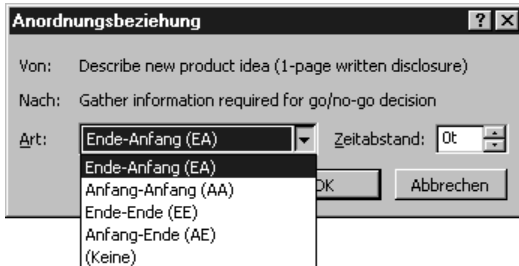

Abbildung 6.7:
5. Um die Verknüpfung zu entfernen, geben Sie als Art KEINE an oder klicken auf die Schaltfläche LÖSCHEN (in Abbildung 6.7 verdeckt).